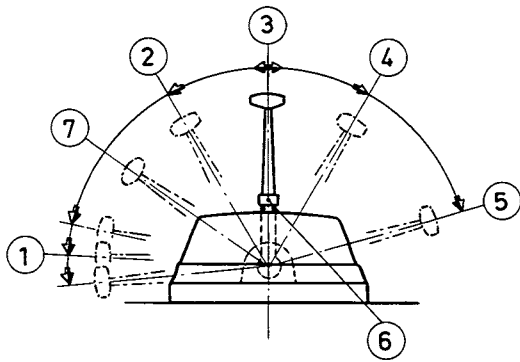

Fig. 7 Telefleksreglage för 0-22
- 1 Ställ enspaksreglaget i neutralläge. Tryck in frikopplingsknappen så att endast motorns varvtal påverkas och ställ reglaget i läge för 1/3 gaspådrag (se fig 7).